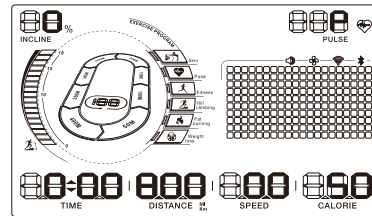

图22
1. 在跑步机处于待机状态下,长按面板上的Training Prog键,再按2次,此时屏幕上的热量(卡路里)窗口闪烁,默认的热量(卡路里)为50卡路里,按SPEED(速度)+(增加)/-(减少)键调整您的理想训练消耗热量(卡路里)。(图22所示)